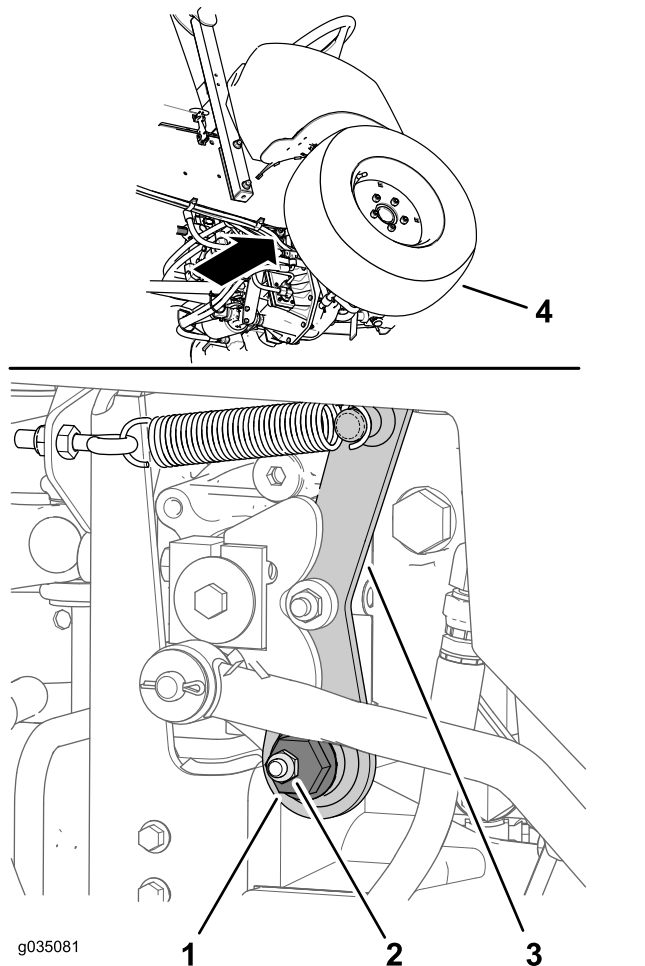

Figura 65
1. Individuate l'esagono eccentrico a destra della pompa idraulica e sotto la consolle di comando (Figura 65).
2. Allentate il dado di fissaggio fino a quando non potete muovere l'esagono eccentrico (Figura 65).
4. Ruotate l'esagono eccentrico in senso antiorario fino a quando la ruota anteriore non inizia a ruotare in avanti, poi ruotate l'esagono eccentrico in senso orario fino a quando la ruota anteriore non inizia a ruotare indietro (Figura 65).